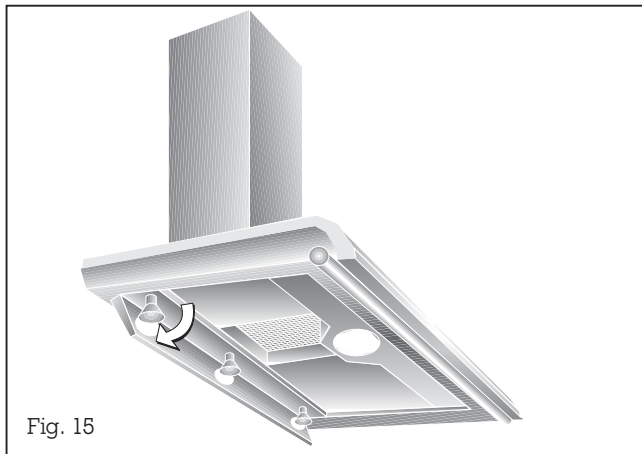

Fig. 15
- Déposez les vis du cache de lampe. Le cache se rabat vers le bas, mais reste solidaire de l'appareil (fig. 15).